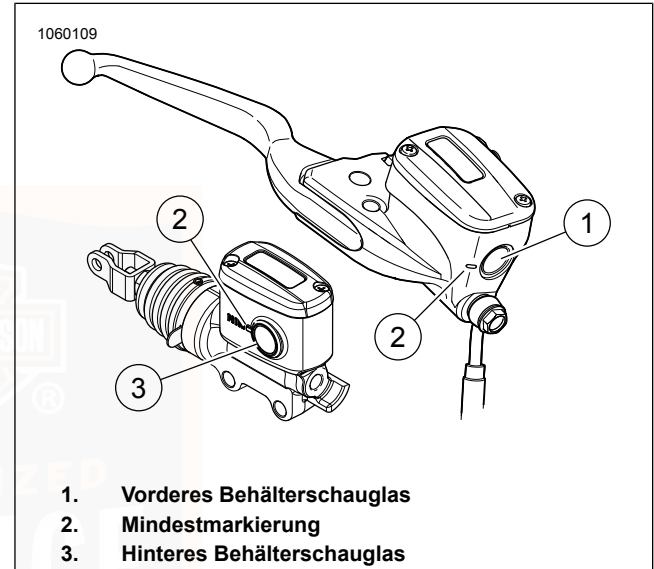

Abbildung 64. Bremsflüssigkeitsbehälter
2. **Vorne:** Siehe Abbildung 64. Flüssigkeitsstand im Behälterschauglas für das Vorderrad prüfen. Füllstand muss über der Mindestmarkierung am Schauglas liegen.
3. **Hinten:** Siehe Abbildung 64. Den Füllstand im Hinterradbremflüssigkeitsbehälter prüfen. Füllstand muss über der Mindestmarkierung am Schauglas liegen.